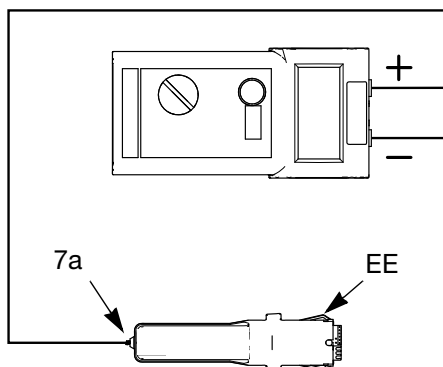

ABB. 15. Widerstand des Hochspannungserzeugers testen
1. Den Hochspannungserzeuger (7) entfernen. Siehe **Hochspannungserzeuger ausbauen und auswechseln**, Seite 37.
2. Die Turbine (8) vom Hochspannungserzeuger abnehmen. Siehe **Aus- und Einbau der Turbine**, Seite 38.
3. Den Widerstand zwischen den Massebändern (EE) des Hochspannungserzeugers und der Feder (7a) messen. Der Wert sollte bei 85-kV-Pistolen betragen zwischen 130 und 160 Megaohm. Siehe ABB. 15.